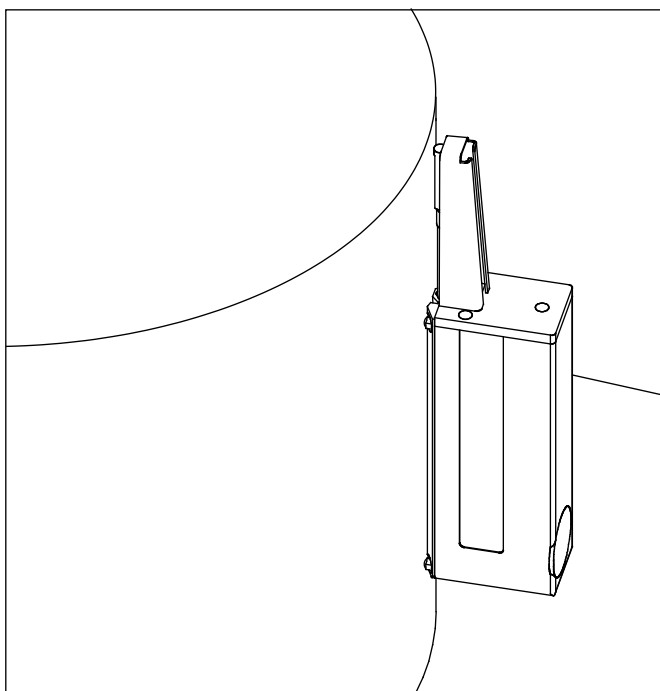

Abb. 10
- Das Vorschubgerät wird mit der Hand an eine senkrechte Fläche gedrückt. Dabei kann es je nach Messaufgabe senkrecht (s. Abb. 10) oder waagrecht gehalten werden.